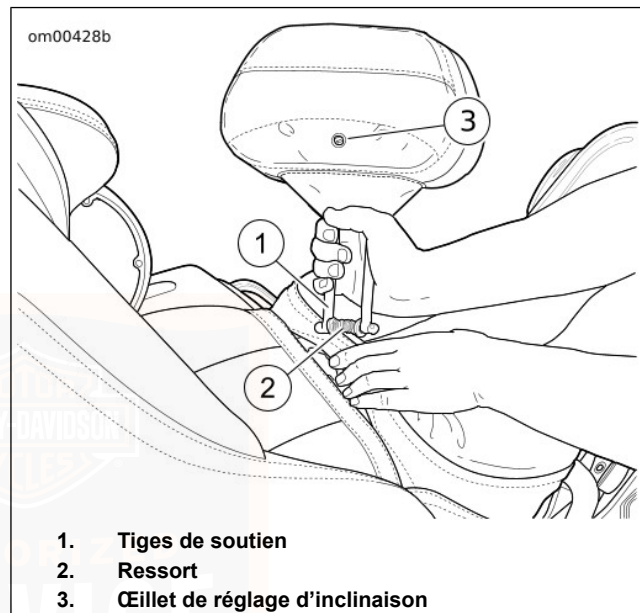

Figure 52. Pose du dossier conducteur
2. Voir Figure 52. Avec les deux mains, serrer ces supports l'un contre l'autre.
Réglage de (l'angle de) l'inclinaison : Voir Figure 52. Localiser la vis d'arrêt derrière l'œillet (3), à l'arrière du dossier.